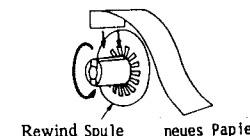

Fig. 5
8. Journalrolle : Aufwickelspule aus der Halterung nehmen. Volle Journalrolle nach links abziehen. Neue Rolle in die dafür vorgesehene Führung einlegen siehe Abb.5 und 2-3 mal drehen und wieder in die Halterung einlegen.